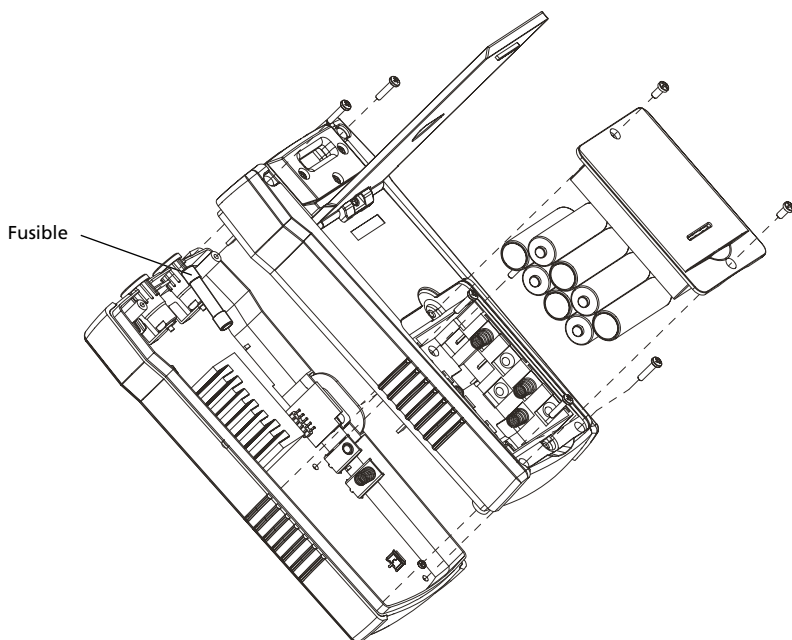

Figure 5.3 : Remplacement des fusibles du transmetteur
6. Retirez le cache arrière en le tirant vers le haut tel qu'indiqué sur la Figure 5.3.